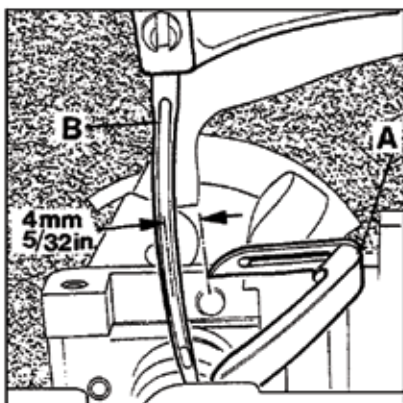

Fig.6
Set the looper (A, Fig. 6) to the distance between the center of the needle (B) to the point of the looper of 4 mm (5/32") when the looper is at its farthest right end position from the needle. Looper gauge No. 21225-4/4.4 can be used advantageously in making this setting.
Stellen Sie den Greifer (A, Fig. 6) so, dass der Abstand von Nadelmitte (B) bis zur Greiferspitze 4 mm beträgt, wenn der Greifer in seiner rechten Endstellung zur Nadel steht. Die Greifereinstelllehre Nr. 21225-4/4.4 erleichtert diese Einstellung.